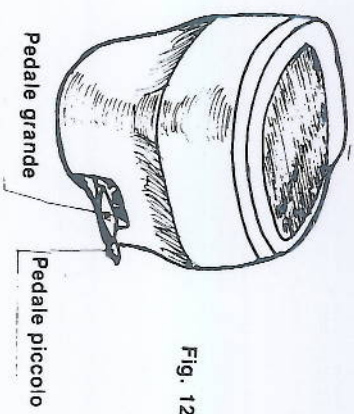

Fig. 12
- Premere il pedale grande e versare la soluzione nel serbatoio di recupero (vedi fig. 12).
Come riserva idrica si può contare su due serbatoi uno interno e l'altro esterno (su alcuni modelli viene montato a richiesta). Essi sono indipendenti tra di loro e il pescaggio della pompa da uno o dall'altro è comandato da un triviale di commutazione (vedi fig. 12). Basterà ruotare la leva, di cui è dotato, sulla posizione desiderata perché la pompa prelevi l'acqua dal serbatoio indicato.
Qualora d'inverno lo scaldacqua non venisse utilizzato dovrà essere vuotato con l'apposito rubinetto, un secondo rubinetto (vedi fig. 12) permette di escluderlo dall'impianto idrico.